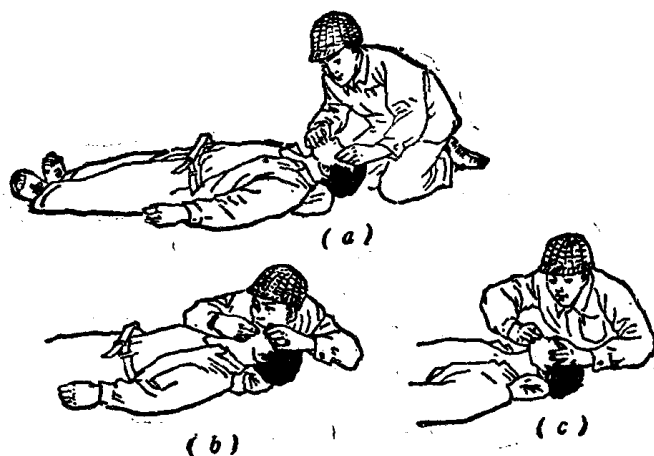

图1-1 口对口人工呼吸法
1) 口对口(或鼻)人工呼吸法，用于有心跳而无呼吸的触电者(图1-1)。